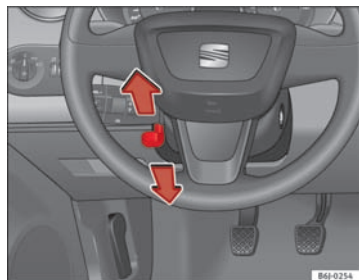

Fig. 97 Indstilling af ratthøjde
- Drej armen ⇒ Fig. 97 under ratstammen nedad ⇒ ⚠.
- Indstil rattet i den ønskede position ⇒ Fig. 97.
- Indstil førersædet eller rattet, så afstanden mellem rattet og din brystkasse er mindst 25 cm ⇒ Fig. 97. Hvis du ikke overholder minimumsafstanden, kan airbagsystemet ikke beskytte dig – livsfare!